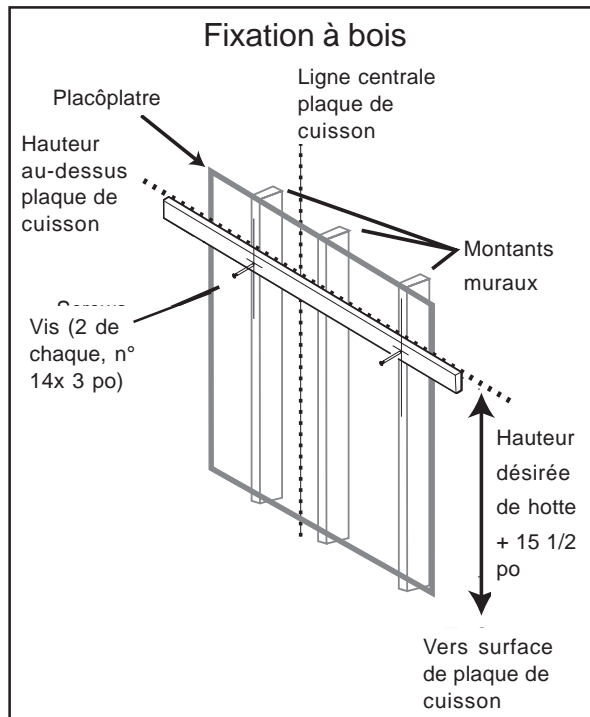

Figure 3 - Installation des fixations à bois
4. Repérer un montant d'un côté ou de l'autre de la ligne centrale de la plaque de cuisson pour utiliser avec le montant en bois tel qu'il est illustré à la figure 3.
7. Utiliser 2 ou 3 vis (n° 14 x 3 po) pour fixer la fixation au mur, comme à la figure 3. Pour le support des hottes plus longues, utiliser trois montants. Fraiser les têtes pour empêcher l'interférence avec la hotte.